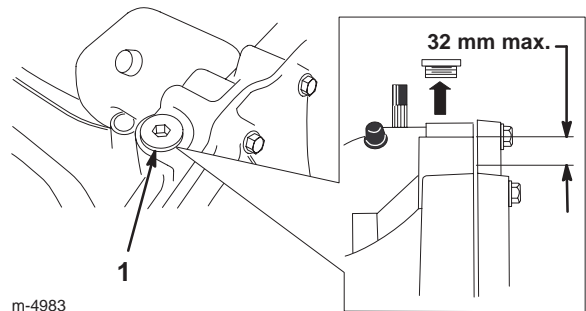

Bild 29
6. Reinigen Sie den Bereich um die Füllschraube (Bild 29), so dass kein Schmutz in den Ölbehälter fällt, wenn Sie Öl nachfüllen müssen.
7. Entfernen Sie die Füllschraube und kontrollieren den Ölstand. Der Ölstand darf höchstens 32 mm unter der Oberseite des Einfüllstutzens stehen (Bild 29). Füllen Sie bei Bedarf Öl nach.